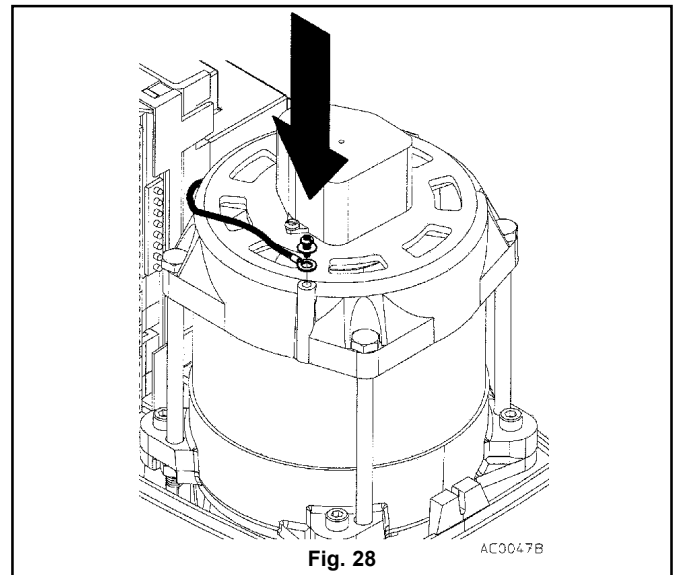

Fig. 28
**ATTENZIONE:** ai fini della sicurezza è indispensabile effettuare il collegamento della messa a terra del motore. Crimpare il filo giallo-verde del cavo di alimentazione all'occhiello posto nella calotta superiore, nel punto contrassegnato dal simbolo di terra come indicato in fig. 28.